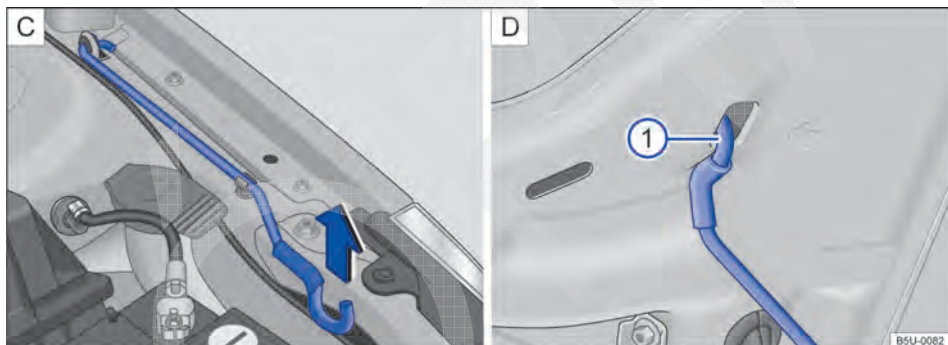

Fig. 149 **C**) Haste de sustentação da tampa do compartimento do motor. **D**) Tampa do compartimento do motor apoiada na haste de sustentação.
- Retirar a haste de sustentação do suporte no sentido da seta → Fig. 149 **C**) e posicioná-la na abertura na tampa do compartimento do motor → Fig. 149 **1**) **D**).
- Retirar a haste de sustentação do furo → Fig. 149 **1**) **D**) e encaixá-la no suporte do fecho → Fig. 149 **C**).